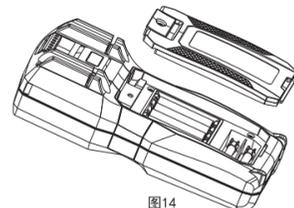

图14
2. 电池或保险丝管的安装或更换(见图14)
请参考图14更换电池或保险丝: